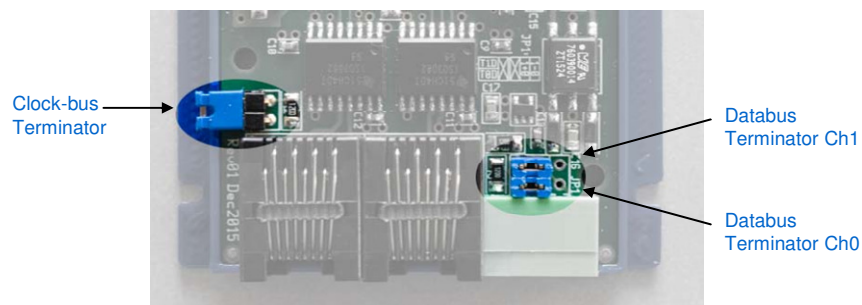

Abb. 11: Jumper-Einstellungen beim RM-C/2
- RM-C/2 mit den Jumpers in der Standardeinstellung wie in Abbildung 11 gezeigt.